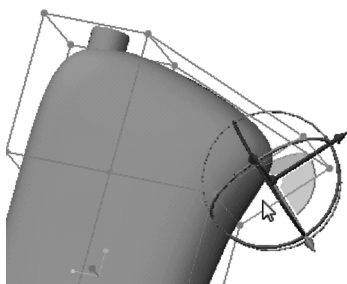
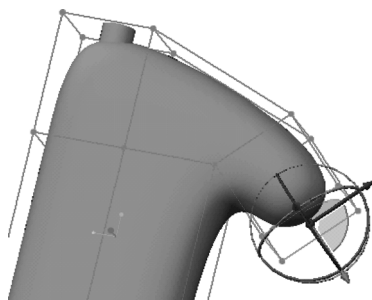

图 7-35 选择要操作的一个面
图 7-36 拉伸选定面
11) 调整视图视角,选择图 7-35 所示的一个面,接着在功能区的“自由式”选项卡的“创建”组中单击 (拉伸) 按钮,以拉伸该面并开始创建瓶子手柄的上部,如图 7-36 所示。